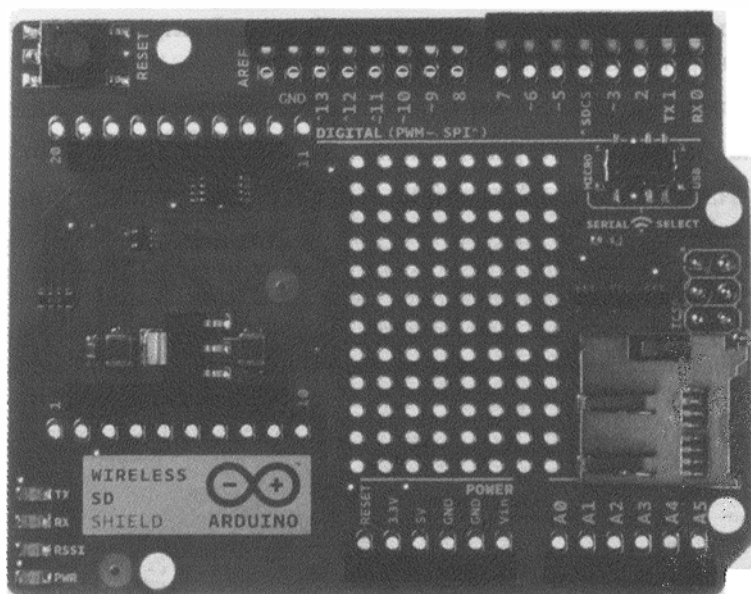

Рис. 13.8. Плата расширения Arduino Wireless SD shield
- ◆ **Official Arduino Wireless SD shield** (<http://www.exploringarduino.com/parts/arduino-wireless-shield>) (рис. 13.8) — это первая из нескольких "официальных" плат расширения Arduino с поддержкой SD-карт. Переходник содержит схему для подключения радиомодуля XBee и SD-карты памяти, что позволяет легко объединить примеры из настоящей главы и из *главы 11*. На этой плате расширения вход выбора SD-карты (CS) подключается к контакту 4 Arduino. Вы должны назначить контакт 10 как выход, а также указать в библиотеке, что контакт 4 подключен к CS.